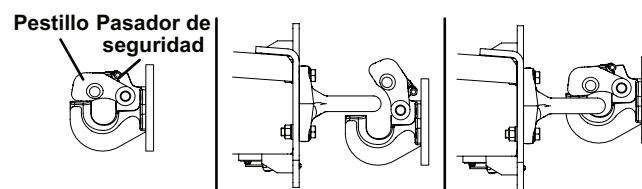

Figura 3
2. Abra el pestillo de montaje del receptor quitando el pasador de seguridad y el seguro de elevación (Figura 3).